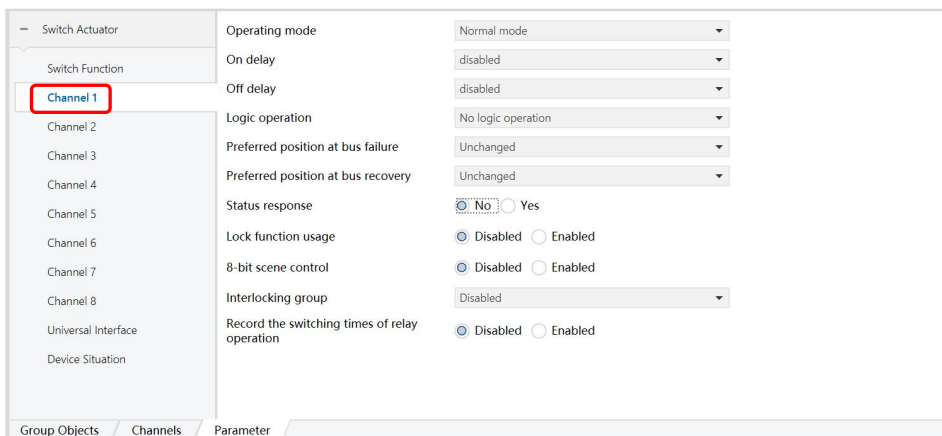

图 6.1.2
2) 单击上述红色方框内的选项，分别设置各回路参数，下面以 Channel 1 为例，如图 6.1.2 所示；